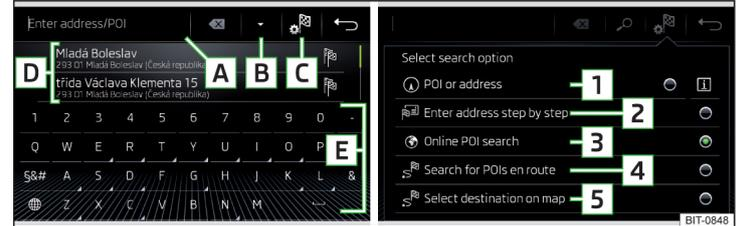
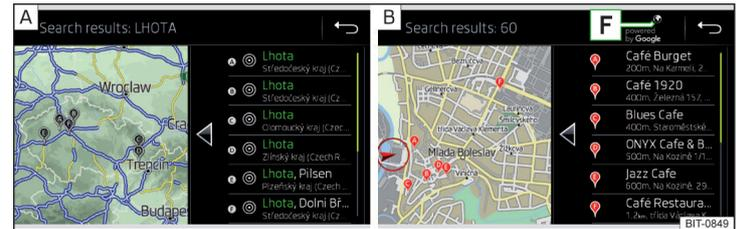

Abb. 161 **Ziel suchen: Hauptmenü / Auswahl des Suchmodus**
Abb. 162 **Liste der aufgesuchten Ziele: in den Navigationsdaten / online**
- Wird kein Menü zur Zielsuche, sondern eines zur Zieleingabe über die Adresse oder zur Zieleingabe in der Karte angezeigt, dann die Funktionsfläche → **1** » **Abb. 161** antippen. ▶
Beschreibung der Funktionsflächen » Abb. 161 bzw. » Abb. 162
- ▶ Die Funktionsfläche **C** → **1**/**2**/**4**/**5** » Abb. 161 antippen.
- ▶ Zur Anzeige der aufgesuchten Ziele die Funktionsfläche **B** » Abb. 161 antippen.
- ▶ Die Funktionsfläche **C** → **3** » Abb. 161 antippen.
- ▶ Zur Zielsuche anhand der eingegebenen Parameter die Funktionsfläche **B** » Abb. 161 antippen.
- ▶ Wird das Menü zur Zieleingabe über die Adresse » Abb. 163 - **A** nicht angezeigt, dann die Funktionsfläche  → **2** » Abb. 161 auf Seite 153 antippen.
- Anschließend die Funktionsfläche  → **5** » Abb. 161 auf Seite 153 antippen.